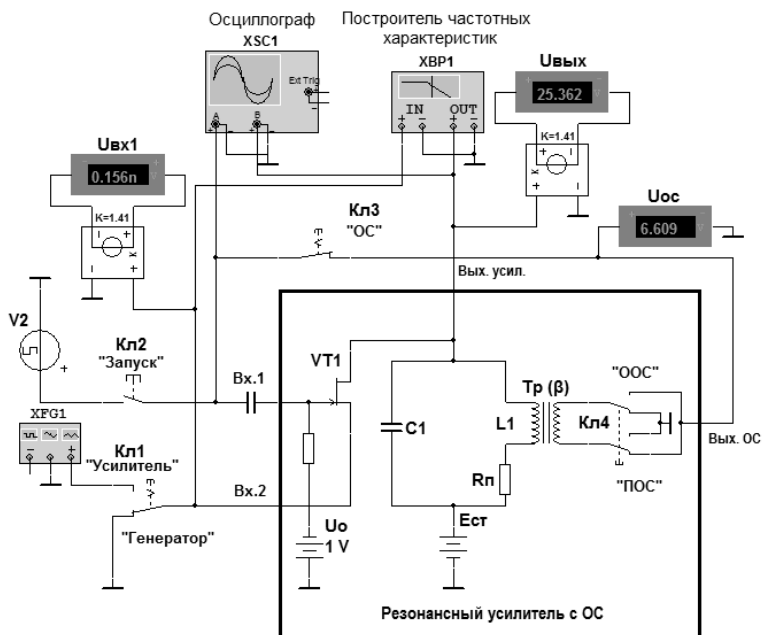
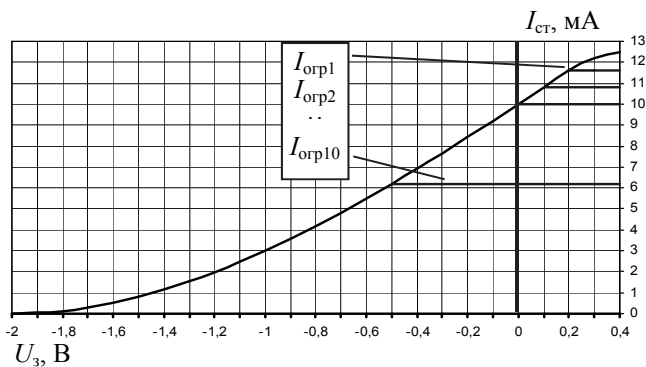

Рис. 6.1. Схема лабораторного устройства
Рис. 6.2. ВАХ транзистора
Схема эксперимента показана на рис. 6.1. Автогенератор (АГ) представляет собой резонансный усилитель с положительной обратной связью (ПОС). Варианты параметров его контура для каждой бригады даны в табл. 6.1, ВАХ транзистора – в табл. 6.2 и 6.3 и на рис. 6.2.
**Внимание!** Графики следует строить отдельно друг от друга на различных участках миллиметровки. При построении воспользуйтесь динамической сток-затворной характеристикой транзистора (рис. 6.2 и табл. 6.2, 6.3). В табл. 6.3 для каждого варианта даны значения тока стока, начиная с которых он не меняется ( $I_{огр1} \dots I_{огр10}$ ). Максимальное значение входной амплитуды определяется устойчивым прекращением роста амплитуды на выходе.
$I_1 (U_m^{BЫX})$  рассчитывается *методом трёх ординат* по динамической сток-затворной характеристике (рис. 6.2; табл. 6.2 и 6.3). Она отличается от статической (см. рис. 3.2) наличием участка ограничения тока, т. е. такого значения тока ( $I_{огр}$ ), при котором он перестаёт увеличиваться.